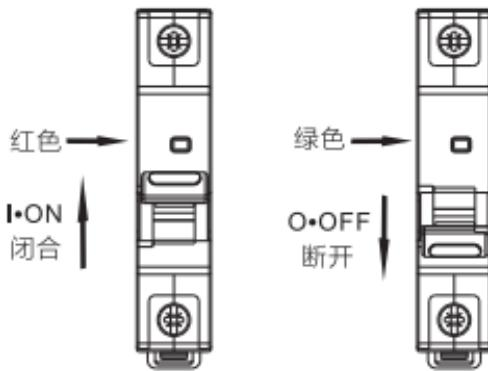

图2 NB8-63(H)闭合、断开状态指示
5.1 安装使用前先检查断路器标志与所使用的工作条件是否相符；断路器闭合、断开状态指示如下图2